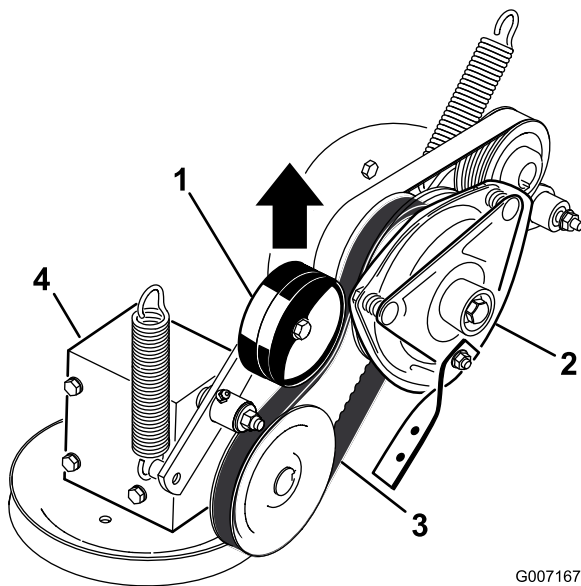

Figura 57
5. Sollevate la puleggia tendicinghia a molla della cinghia di trasmissione della PDF e rimuovete la cinghia dalla puleggia della frizione (Figura 57).
17. Sollevare la puleggia tendicinghia a molla della cinghia di trasmissione della PDF e installatela sulla puleggia della frizione (Figura 57).